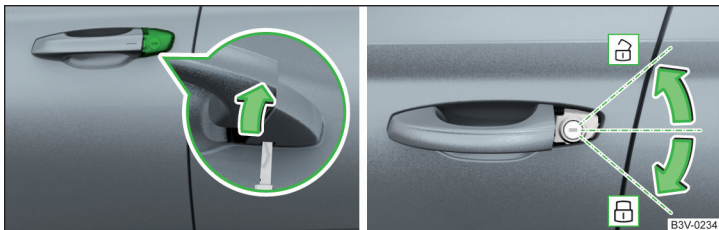

Abb. 352 **Griff an der Fahrtür: Schlossabdeckung aufklappen / ent- und verriegeln**
- Den Schlüssel in die Aussparung an der Unterseite der Abdeckung einschieben und die Abdeckung in Pfeilrichtung aufklappen » **Abb. 352.**